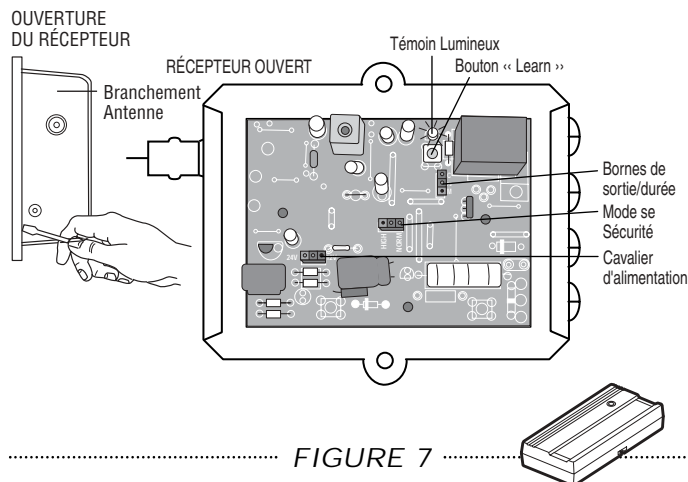

FIGURE 7
1. Soulever le panneau frontal du boîtier du récepteur avec une pièce de monnaie ou un tournevis. Rétablir le courant à l'ouvre-porte. Figure 7.